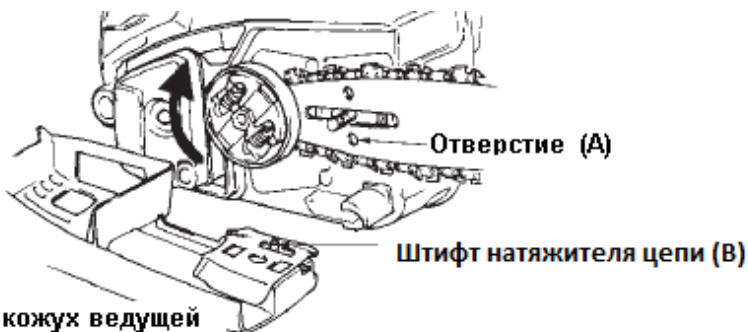

Рис.4
4. Установите пильную шину и наденьте ее на направляющий выступ со шпильками (Рис.4).
6. Удерживая шину так, чтобы цепь лежала в ее пазу, наденьте крышку ведущей звездочки. Штифт натяжителя цепи (В) должен войти в отверстие «А» на шине (Рис.4).